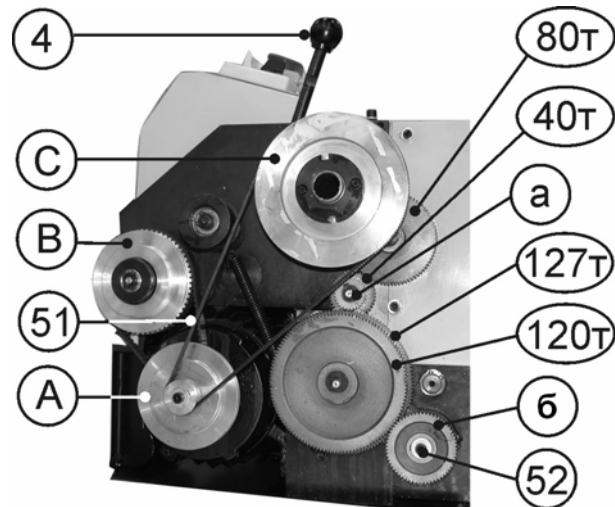

Рис.19
10.4.5. Откройте защитный кожух (2) гитары, как указано в п.9.3.2. По таблице 2 установите необходимые шестерни (а) и (б), Рис.19, и закройте защитный кожух (2) (п.9.3.2).
10.4.6. Пользуясь таблицей 2 инструкции или таблицей (49), Рис.18, установите необходимые шестерни (а) и (б), Рис.19 (См. п. 10.6.5-10.6.10). 10.4.7. Вращая ручку переключения скорости автоматической подачи (33), Рис.18, можно менять скорость автоматической подачи. Например, при установке шестерен, а=28Т и б=56Т, Рис.19, в положение (С) ручки переключения скорости автоматической подачи (33) – скорость подачи равна 0,11мм. на один оборот шпинделя.
При каждом перемещении ручки переключения скорости автоматической подачи (33) необходимо рычаг натяжения ремня (4) привести в крайнее положение от себя, Рис.19.
10.5.2. Переставляя клиновой ремень (51) на шкивах А,В,С в положения 1,2,3 согласно таблице 3, можно ступенчато изменять скорость вращения шпинделя – 100; 250; 350; 500; 900 и 1800 об/мин. (Рис.19 -А,В,С - шкивы). Например, при установке клинового ремня (51) на шкивах В,С в положении 1– скорость вращения шпинделя равна 100 об/мин., а в положении 3 - 500 об/мин. и т.д., Рис.19.
10.6.4. Комбинации использования шестерен для нарезания резьбы указаны в таблиц 4 и на Рис.19:
1) См. Рис. 19
2.) См. Рис. 19
10.6.5. Отвинтите крепёжный болт (52), закрепляющий шестерню (б) и снимите стопорную шайбу шестерни (а), Рис.19.
10.6.6. Осторожно снимите шестерни, чтобы сохранить на месте шпонки на валах, и установите необходимые шестерни (а) и (б). Количество зубьев на каждой шестерне промаркировано. Установите крепежный болт (52) шестерни (б) и стопорную шайбу шестерни (а), Рис.19.
10.6.8. Положение шестерен 120Т и 127Т для метрической резьбы показано на Рис. 19.
10.6.9. Для нарезания дюймовой резьбы поменяйте местами шестерни 120Т и 127Т, Рис. 19.